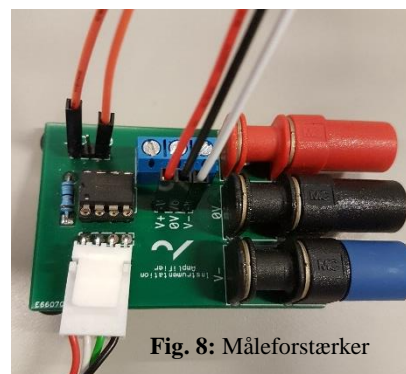

Fig. 8: Måleforstærker
7. Tilslut oscilloskopet således at det måler på udgangen af elektronikprintet, v(t) (Fig. 8).